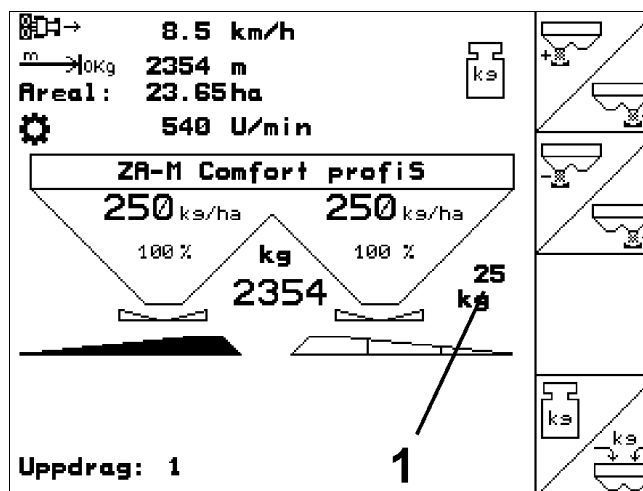

Fig. 38
- I arbetsmenyn indikeras den utspridda gödselmängden (Fig. 38/1).